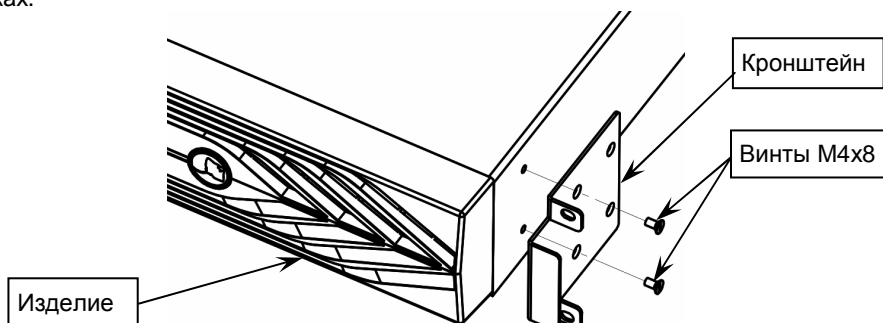

Рисунок 4 — Установка кронштейнов на корпус изделия
Изделие размещается на полке или угловых кронштейнах 19" стойки или телекоммуникационного шкафа и крепится с помощью двух монтажных кронштейнов (см. рисунок 4).
- при необходимости подключить более одного батарейного блока, каждый последующий батарейный блок подключается к предыдущему по схеме подключения первого блока к ИБП. Подключение каждого дополнительного батарейного блока осуществляется кабелем, входящим в его комплект поставки (см. рисунок 4).